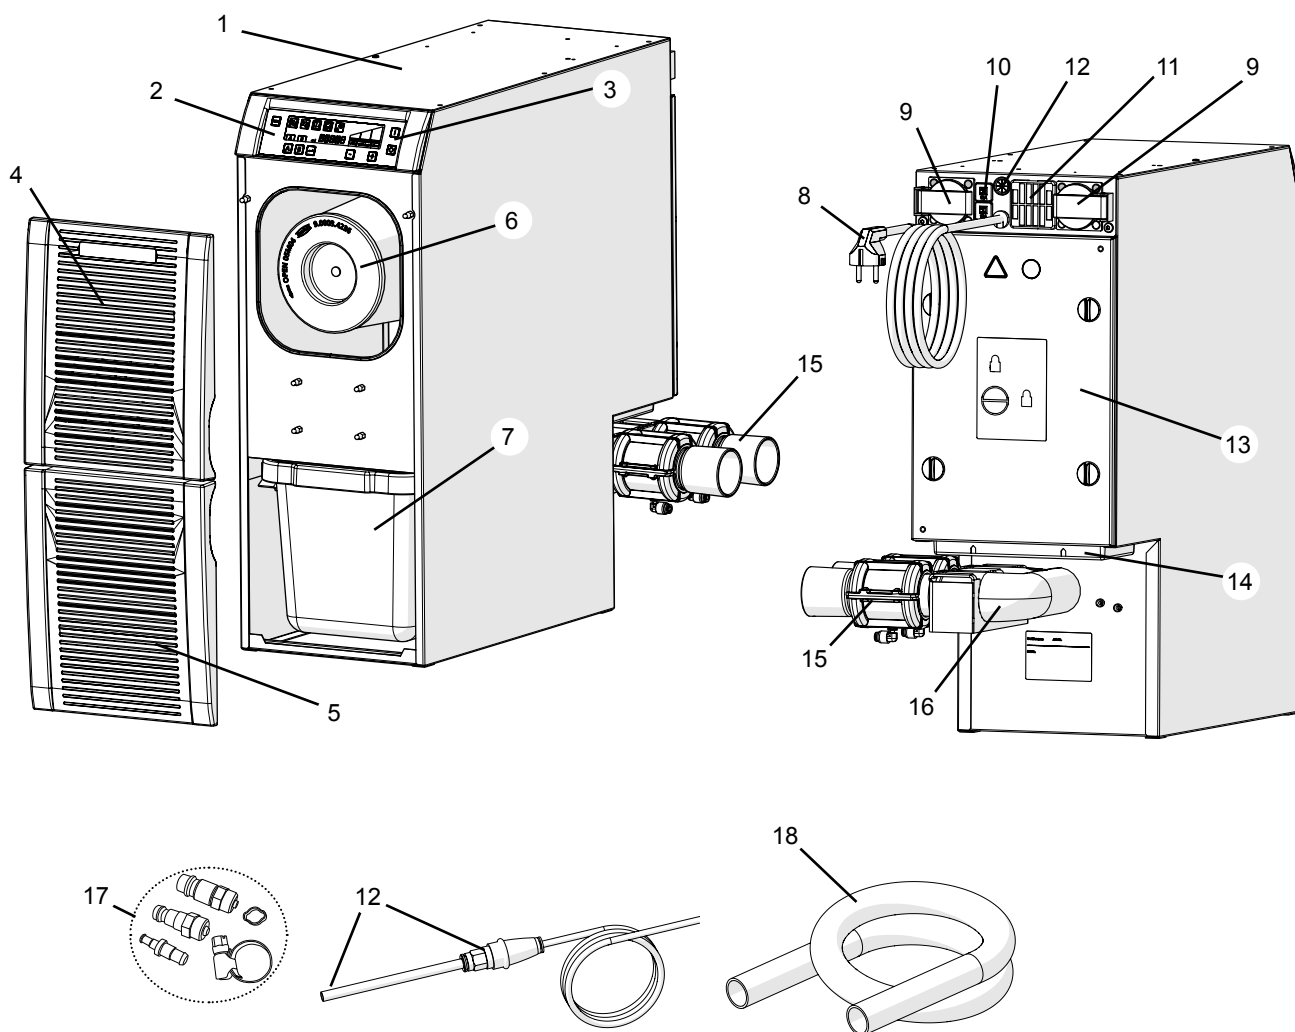

Bild 1
- frånluftsutloppet (14, bild 1) är inte blockerat.
⇒ Stäng av enheten med strömbrytaren (3, bild 1).
⇒ Välj en lämplig slangkoppling från den bifogade anslutningssatsen (17, bild 1) och fäst den på slangens ände.